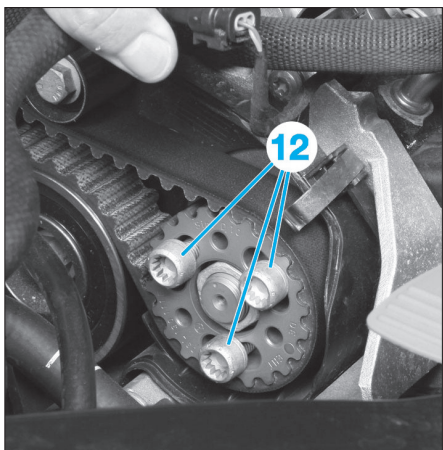

FIG. 14
- Desserrer d'environ 90° les vis (11) du pignon de courroie crantée de la pompe haute pression (Fig.14).